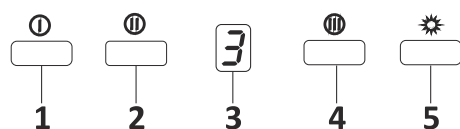

Fig. 21: Betjeningspanel
1. ➤ Trin 1 motorhastighed Fig. 21
2. ➤ Trin 2 motorhastighed Fig. 21
3. ➤ Digital skærm Fig. 21
4. ➤ Trin 3 motorhastighed Fig. 21
5. ➤ Belysning Fig. 21
6. ➤ Hvis der trykkes på en motor hastighedsknap (1, 2 el. 3) i mere end 2 sekunder, aktiveres en 15 minutters timerfunktion. Når timeren er startet, blinker displayet. Timeren ophører med at fungere efter 15 minutter Fig. 21